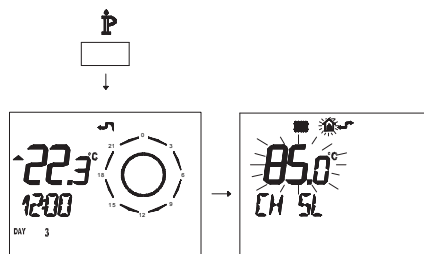

Figura 5.49
- Premere per più di 3 secondi il pulsante  $\text{P}$  per entrare in modalità *INFO* (Figura 5.49).